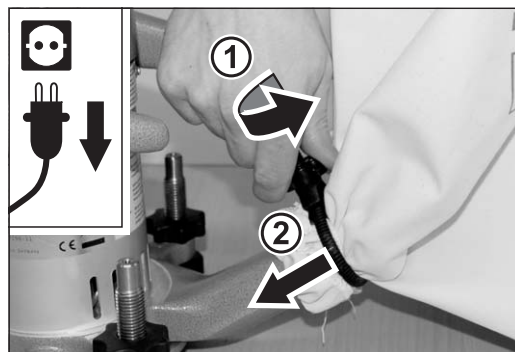

Abb. 31 Die Mutter am MultiClip aufdrehen (1) und den MultiClip über den Stutzen des Ventilatorgehäuses schieben (2).
- 5 Drehen Sie die Mutter des MultiClip-Staub-sackverschlusses auf (Abb. 31, 1) und schieben Sie den MultiClip über den Stutzen des Ventilatorgehäuses (Abb. 31, 2).